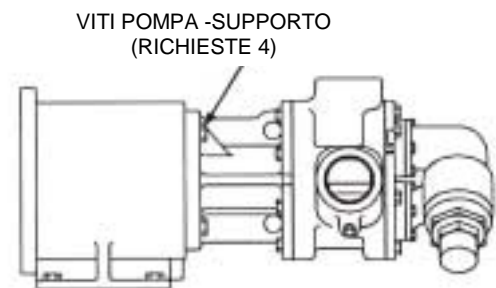

FIGURA 17
3. Sostenere la pompa dalla testa ed assicurare il supporto dell'accoppiamento per evitare che si ribalti quando viene attaccata la pompa. Utilizzando il serbatoio come guida, far scivolare il gruppo della pompa fino al supporto dell'accoppiamento attraverso l'apertura più piccola. Fermare con i quattro bulloni da 0.5". Vedere Figura 17.